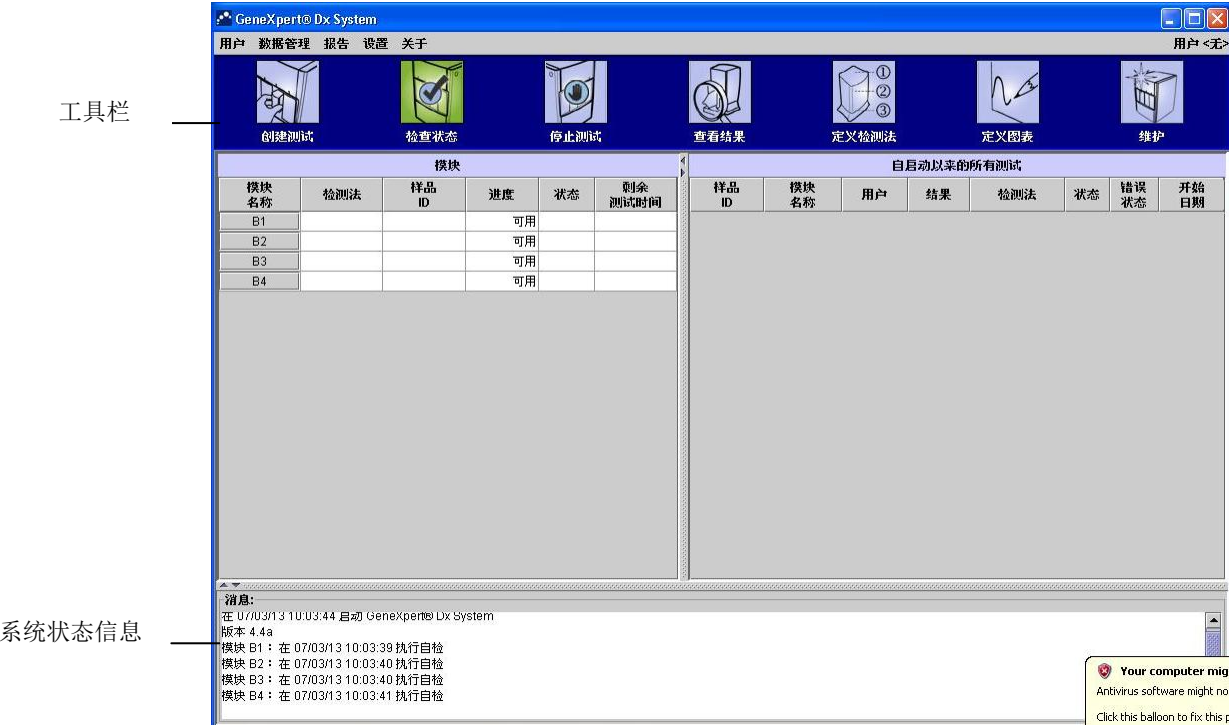

图4-2 全自动医用PCR分析系统窗口
当您启动全自动医用PCR分析系统软件时，全自动医用PCR分析系统”检查状态”窗口出现。图4-2为全自动医用PCR分析系统窗口的示例。
4. 启动软件。出现全自动医用PCR分析系统窗口（图4-2）。